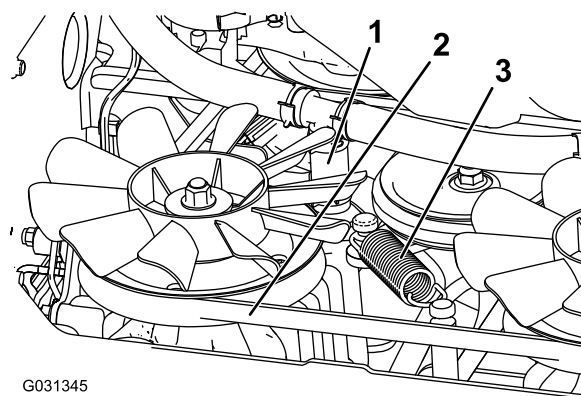

Figura 68
5. Retire la manguera hidráulica inferior (Figura 68).
6. Retire el muelle tensor (Figura 68).